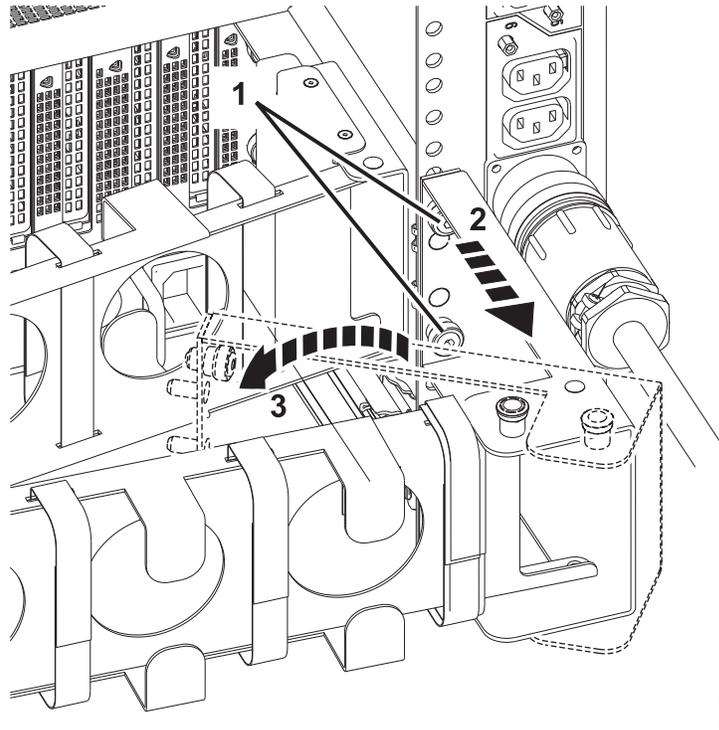

図 23. フル搭載システムでの電源コードのあそびを作るためのステップ
- b. ラックの後部から、頭ねじ (1) を緩めます (取り外さないでください)。図 23を参照してください。
- c. ケーブル管理アーム・ブラケットを手前に引きます (2)。図 23を参照してください。
- d. ケーブル管理アーム・ブラケットを手前に倒して、あそびを作ります (3)。図 23を参照してください。